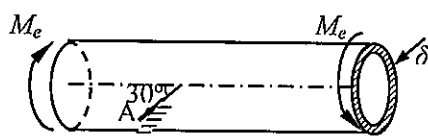

图 16
- 4 薄壁圆筒扭转-拉伸试验的示意图如图 16 所示。若 $F = 20kN$, $M_e = 600N \cdot m$, 且圆筒内径 $d = 50mm$, 圆筒壁厚 $\delta = 2mm$, 试求: 1) A 点在指定斜截面上的应力; 2) A 点的主应力的大小及方向(用单元体表示)。(15 分)